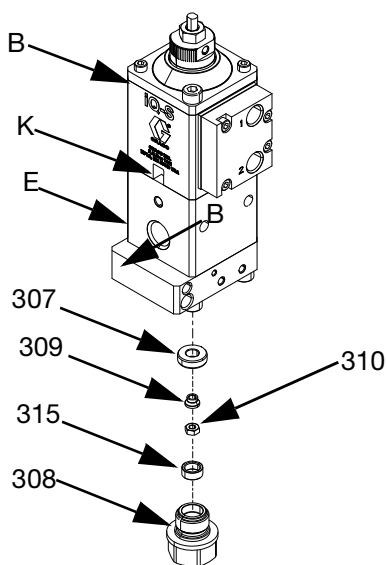

Рис. 10
3. При использовании клапана с соплом с обратным движением материала (iQ-S) необходимо сначала снять сопло с обратным движением материала (309), чтобы получить возможность отсоединить пневмосекцию (B) от материальной части (E). См. Рис. 10..